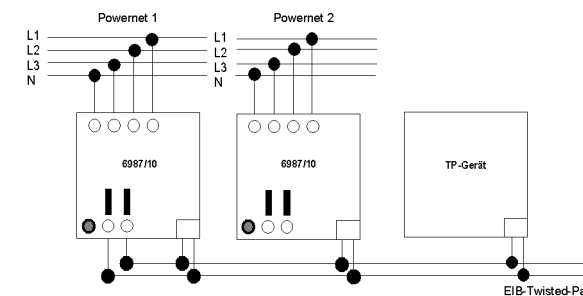

Fig. 3
2. Busspannungsversorgung über interne Spannungsversorgung: Der Systemkoppler verfügt über eine interne Spannungsquelle die eine gedrosselte Ausgangsspannung von 24 V ± 5 V DC bereit stellt. Über diese Spannungsversorgung können bis zu 5 weitere Geräte (Systemkoppler oder EIB-TP-Geräte) versorgt werden (z.B. zur Kopplung mehrerer Powernet-Bereiche). Zur Eigenversorgung des Systemkopplers muss die Ausgangsspannung auf die Busanschlussklemme gebrückt werden (s. Fig. 3).